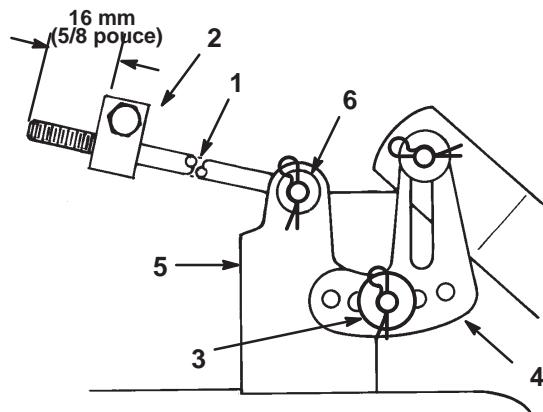

Figure 8
8. Vérifiez que les deux tiges dépassent du bloc de réglage de 16 mm (5/8 pouce) (Fig. 8).
9. Glissez l'extrémité de la longue tige dans le trou du support du plateau (Fig. 8).
10. Fixez la tige en place au moyen de la rondelle mince et de la goupille fendue (Fig. 8).
11. Montez la patte fendue de mise à niveau du plateau de coupe sur l'axe du support du plateau de coupe (Fig. 8).
12. Fixez le plateau de coupe au moyen de la rondelle épaisse et de la goupille fendue (Fig. 8).